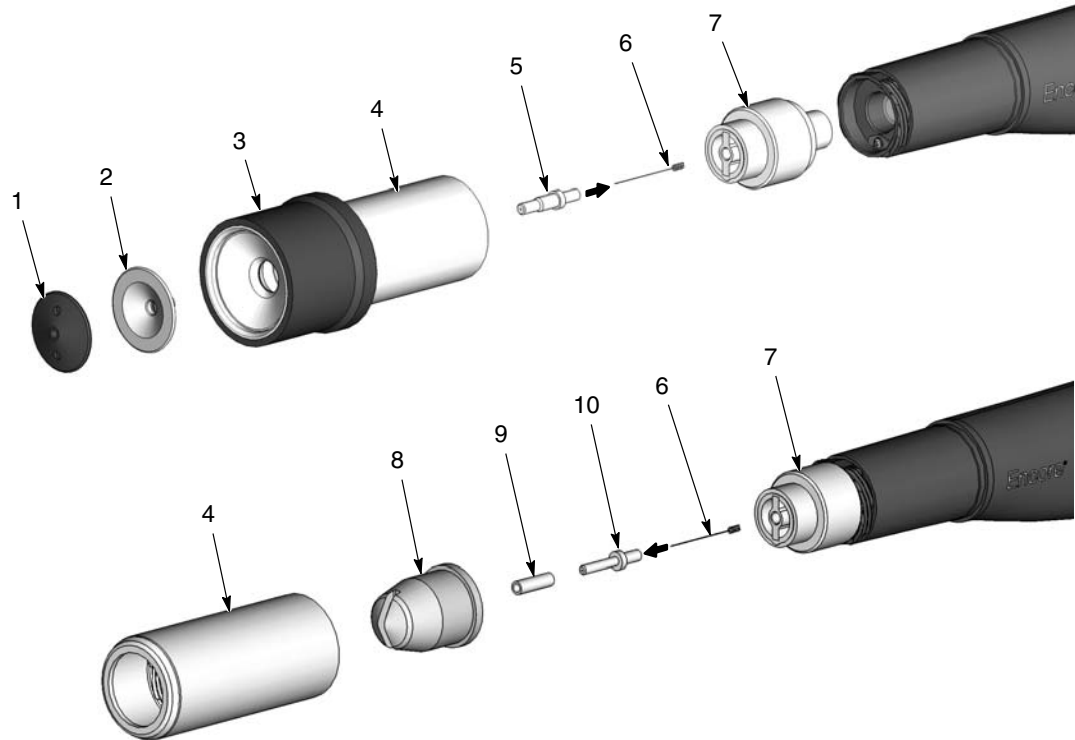

Figure 3-5 Changement de la buse à jet conique en buse à jet plat ou en coin
Voir la figure 3-5. Les pièces suivantes sont nécessaires pour changer de la buse à jet conique standard en une buse à jet plat ou en coin :
2. Voir la figure 3-5. Retirer la buse du pistolet :
**Buse conique :** Dévisser le capuchon du déflecteur (1), puis retirer le déflecteur (2). Dévisser l'écrou de la buse (4) et le retirer du pistolet en même temps que la buse et le manchon de profil (3).
**Buse à jet plat ou en coin :** Dévisser l'écrou de la buse (4) et le retirer du pistolet en même temps que la buse (8).
3. Tirer le support d'électrode (7) hors du pistolet.
6. En cas d'utilisation d'une buse conique, retirer le manchon de profil (3) de l'écrou de buse et de la buse. Nettoyer toutes les pièces démontées avec un pistolet à air à basse pression. Essuyer les pièces avec un chiffon propre et sec.